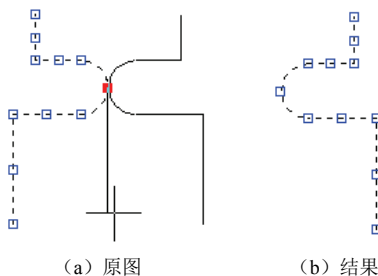

图 4-18 利用夹点镜像对象
- (1) 第二点: 指定第二点以确定镜像轴线, 第一点为基点。
- (2) 基点(B): 定义镜像轴线的基点。
- (3) 复制(C): 镜像时保留原对象, 按住【Ctrl】键等效。
- (4) 放弃(U): 放弃复制镜像操作。
- (5) 退出(X): 退出夹点编辑。
**【例 4.4】** 打开“图 3-22.dwg”, 如图 4-18 所示, 将图形以右侧的夹点为基点镜像 (不复制)。首先选择图形对象, 点取基点, 如图 4-18 (a) 所示。
以基点作为镜像线的第一点确定镜像轴线，由于正交模式处于开，所以结果为水平镜像。结果如图 4-18（b）所示。